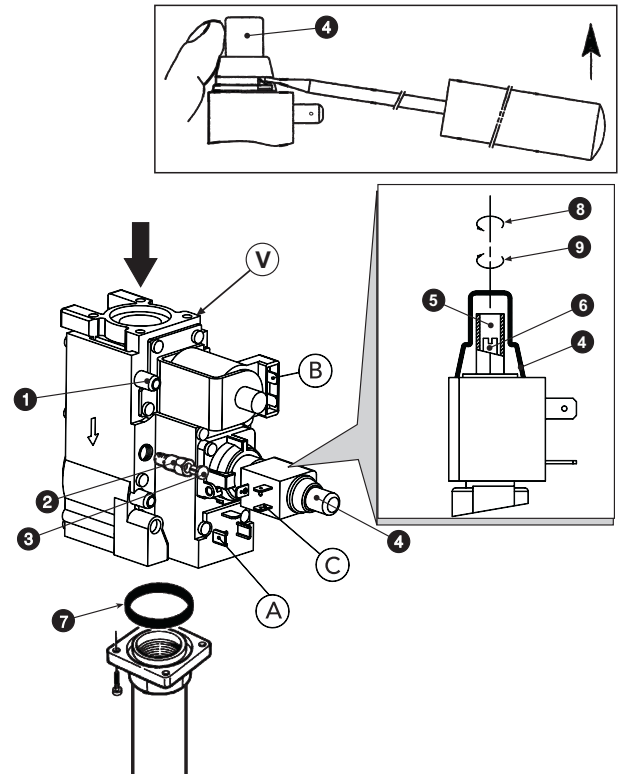

рис. 4 - Перенастройка котла на другой вид газа
Операции регулировки давления должны выполняться при работающем котле с помощью соответствующих регуляторов, установленных на 2-ступенчатых газовых клапанах (см. рис. 4)
3. Снимите защитную крышку регулятора давления 4 на рис. 4.
1. Медленно поверните ручку регуляторного термостата по часовой стрелке до 1-го щелчка; таким образом обеспечивается подача газа в отверстия А и В газового клапана (см. рис. 4).
2. Регулируйте давление с помощью винта 6 на рис. 4 и проверьте его на соответствие со значениями, приведенными в таблице технических данных на sez. 5.3.
1. Поверните ручку термостата регулировки до максимума; таким образом обеспечивается подача газа в отверстия А, В и С газового клапана (см. рис. 4).
2. Регулируйте давление с помощью винта 5 на рис. 4 и проверьте его соответствие со значениями, приведенными в таблице технических данных на sez. 5.3.
2. Снимите с газового клапана маленький колпачок 3 (рис. 4), установите на клапан регулятор "STEP" зажигания 2, находящийся в комплекте переналадки, и наденьте на него колпачок 3.
Осуществляется выполнением описанных выше операций, сняв регулятор зажигания "STEP" 2 на рис. 4 с газового клапана и установив колпачок 3 на рис. 4 непосредственно на клапан.